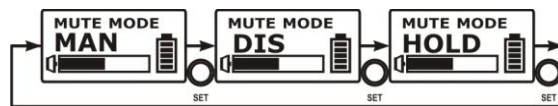

Bild 18
10. MUTE MODE: Aktivieren der Stummschaltfunktion (MUTE), Bild 18
- (A) Der Sender hat an seiner Oberseite eine Taste für Stummschaltung (MUTE). Die Funktion selbst kann in der Software aktiviert oder deaktiviert werden.
- (B) Drücken Sie so oft die MODE-Taste bis im Display "MUTE" erscheint. Die Anzeige beginnt zu blinken um anzuzeigen, dass die Einstellung nun mit der SET-Taste verändert werden kann.
- (C) Drücken Sie die SET-Taste um die Einstellung zu verändern. Bei jedem Drücken der SET-Taste wird der Wert zwischen "MANUAL" , "DISABLE" und "HOLD" gewechselt.
- (D) - MANUAL bedeutet die Stummschaltung ist aktiviert. Der Sender wird stumm geschaltet, wenn die MUTE-Taste gedrückt wird. Bei nochmaligem Drücken der MUTE-Taste wird wieder laut geschaltet.
- (E) - DISABLE bedeutet die Stummschaltung ist deaktiviert.
- (F) - HOLD bedeutet die Stummschaltung ist aktiviert. Der Sender wird so lange stumm geschaltet wie die MUTE-Taste gedrückt wird.
- (G) Wenn die gewünschte Einstellung erscheint, warten Sie bis das Display nicht mehr blinkt oder drücken Sie die MODE-Taste um den Wert zu speichern.